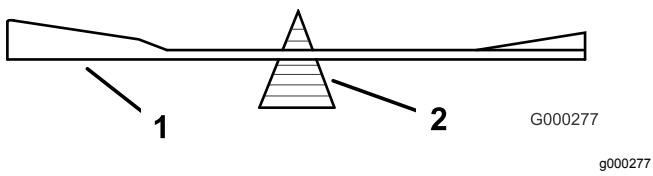

Figura 78
- Verifique el equilibrio de la cuchilla colocándola sobre un equilibrador de cuchillas (Figura 78).